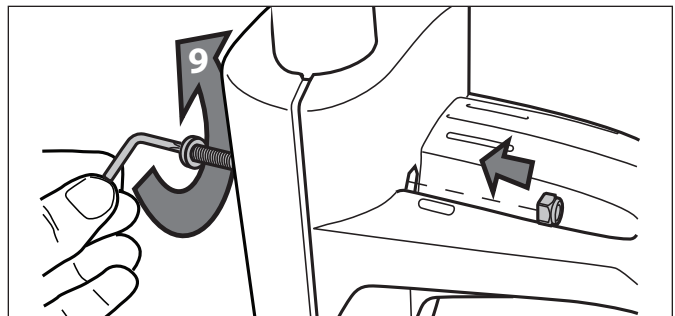
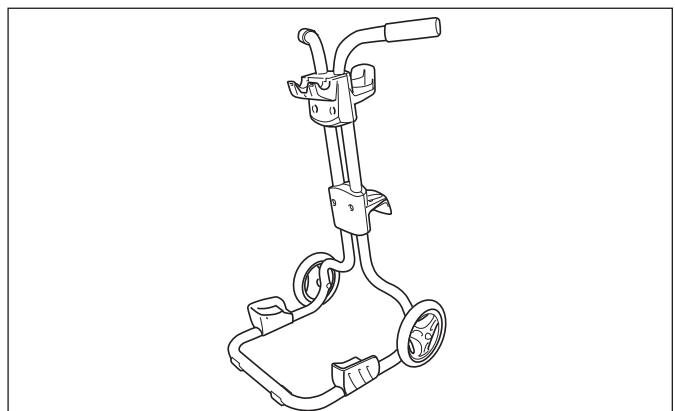

Figura 8. Asegure la placa de los soportes del cable
Figura 9. Armado del carrito de transporte y almacenamiento
6. Sujete la placa del soporte de cable de energía con dos (2) pernos y dos (2) tuercas y apriete con una llave Torx. Vea la Figura 8. El carrito de transporte está listo para usarlo como se muestra en la Figura 9.